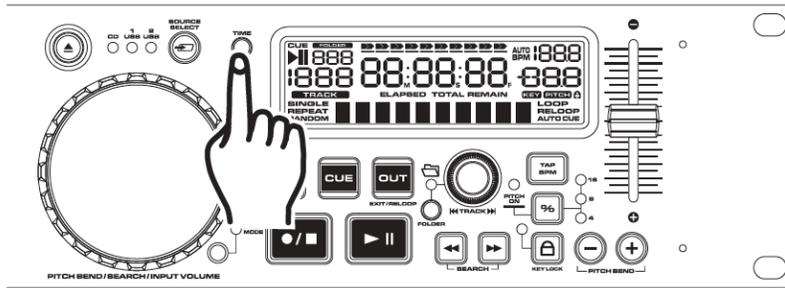

Figure 13
11. CHANGER L’AFFICHAGE DU TEMPS (29)/ BARRE DU TEMPS (30) :
Le temps peut être affiché selon trois modes différents : total restant, écoulé et restant. En mode lecture normal, appuyer sur le **BOUTON TIME** (5) (figure 13) changera les informations d'affichage du temps (29) de l'affichage LCD. Le texte suivant est une ventilation des paramètres de temps et de leur définition :
- 1) **TOTAL RESTANT** (37) : Cette fonction indique sur *le LCD*, le temps total restant sur le disque CD.
- 2) **RESTANT** (37) : Cette fonction indique sur *le LCD* le temps restant de la piste en cours.